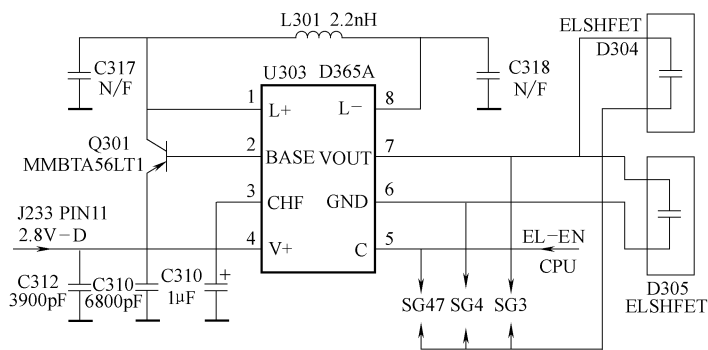

图 5-21 L301 相关电路截图
- 1) 该机背景照明灯点亮的过程为：来自排线接口 J233 第⑪脚的 2.8V-D 电压，经排线加至 Q301 的发射极和 U303（D365A）背景照明驱动芯片第④脚，当来自微处理芯片的控制信号经排线送到 U303 第⑤脚时，U303 芯片内部电路自动把其第②脚电压拉低，使 Q301 导通，加在 Q301 发射极的电压经 L301 升压电感送回 U303 的第⑧脚，升压后的驱动信号从 U303 芯片第⑦脚输出，送往 D304 和 D305 照明灯背光片使之点亮。
- 2) L301 相关电路截图如图 5-21 所示。